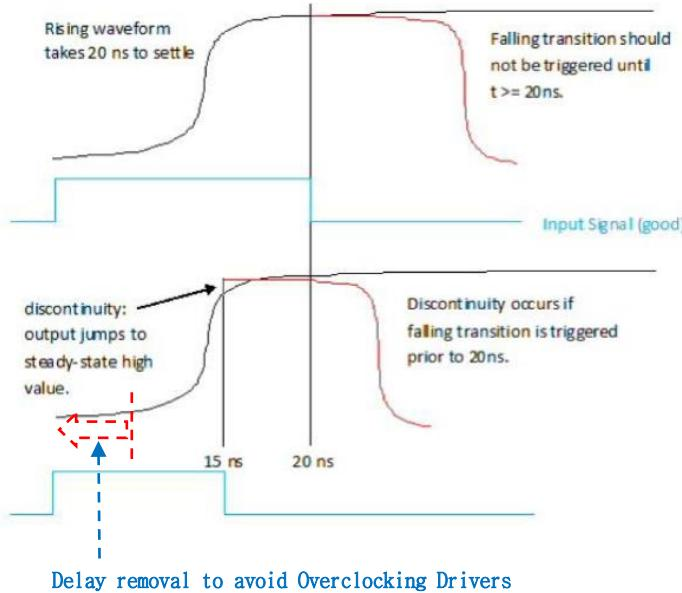

Figure 51. ACVS delay removal
**Delay removal**은 Figure 51. 과 같이 IBIS rising/falling output 파형에 delay 가 큰 경우 logic input 신호에 의해 triggering 시 발생할 수 있는 문제(overclocking)를 제거하기 위해 delay 부분을 제거해 주는 기능입니다.